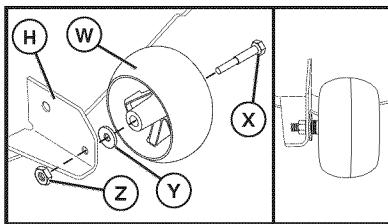

Fig. 23
2. ARME LA RUEDA CALIBRADORA DELANTERA (W) EN LA PARTE DELANTERA DE LA CORTADORA DE CÉSPED (Vea Fig. 23)